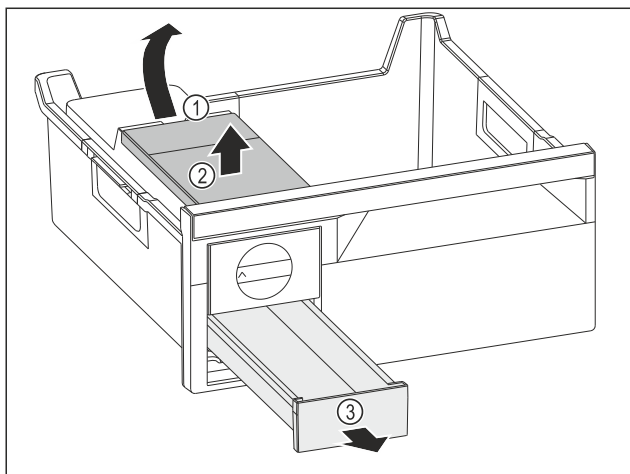

Fig. 143
- Вийняти бак для води: підняти бак для води за заглиблення Fig. 143 (1).
- Вийняти бак для води Fig. 143 (2) рухом вгору.
- Вийняти висувний ящик для кубиків льоду Fig. 143 (3) рухом вперед.